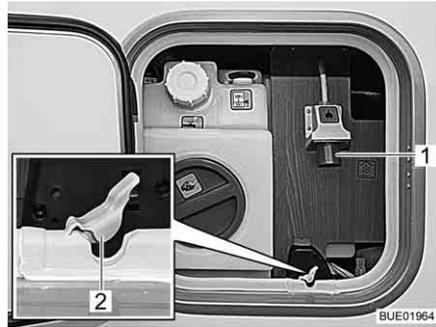

Fig. 170 Conexión de 230 V en el vehículo
- Abrir el sello (Fig. 170,2) del paso de cables.
- Enchufar el conector enchufable en la conexión de 230 V (Fig. 170,1) del vehículo.
- En la conexión (Fig. 170,1) del vehículo, desconectar el conector enchufable y quitar el cable de conexión.
- Introducir el sello (Fig. 170,2) del paso de cables en la escotadura de la junta de la trampillas de servicio.